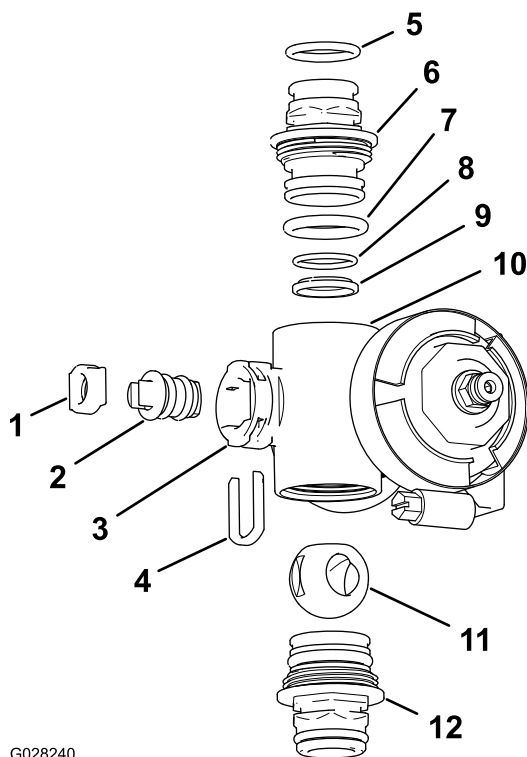

Рисунок 121
2. Снимите два штуцера торцевой крышки в сборе с каждого конца корпуса коллектора (Рисунок 120 и Рисунок 121).
4. Извлеките держатель штока из пазов в отверстии штока в коллекторе (Рисунок 120 и Рисунок 121).
5. Снимите держатель штока и седло штока клапана с коллектора (Рисунок 120 и Рисунок 121).
6. Просуньте руку внутрь корпуса коллектора и извлеките оттуда шток клапана в сборе (Рисунок 120 и Рисунок 121).
1. Проверьте состояние уплотнительных колец выпускных штуцеров (только коллектор клапана секции), уплотнительных колец торцевых крышек, задних уплотнительных колец седла и седла шарового клапана на отсутствие повреждений или износа (Рисунок 120 и Рисунок 121).
2. Нанесите консистентную смазку на шток клапана и вставьте его в седло штока клапана (Рисунок 120 и Рисунок 121).
3. Вставьте шток и седло клапана в коллектор и закрепите шток и седло держателем штока (Рисунок 120 и Рисунок 121).
4. Убедитесь, что заднее уплотнительное кольцо седла и седло шарового клапана выровнены и правильно установлены в штуцере торцевой крышки (Рисунок 120 и Рисунок 121).
5. Установите штуцер торцевой крышки в сборе на корпус коллектора так, чтобы фланец штуцера торцевой крышки касался корпуса коллектора (Рисунок 120 и Рисунок 121), затем доверните штуцер торцевой крышки еще на 1/8–1/4 оборота.